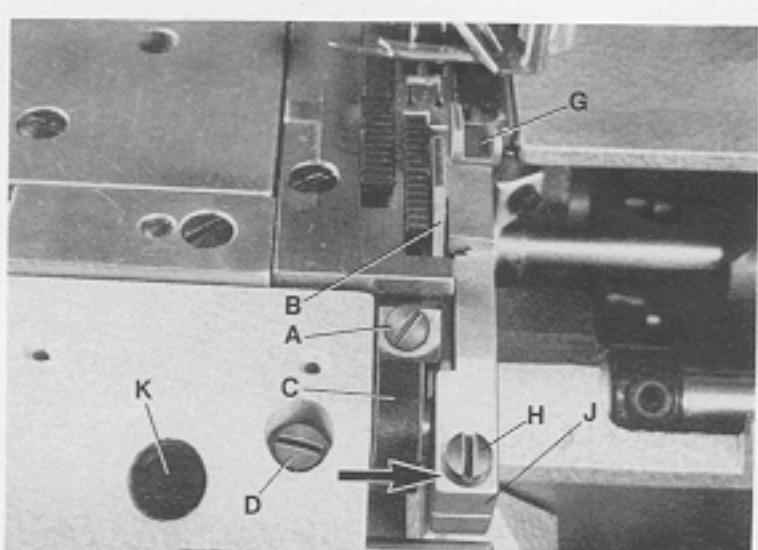
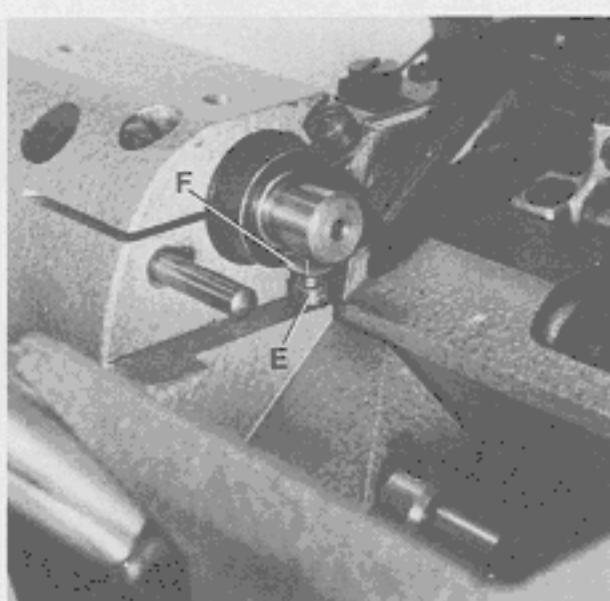
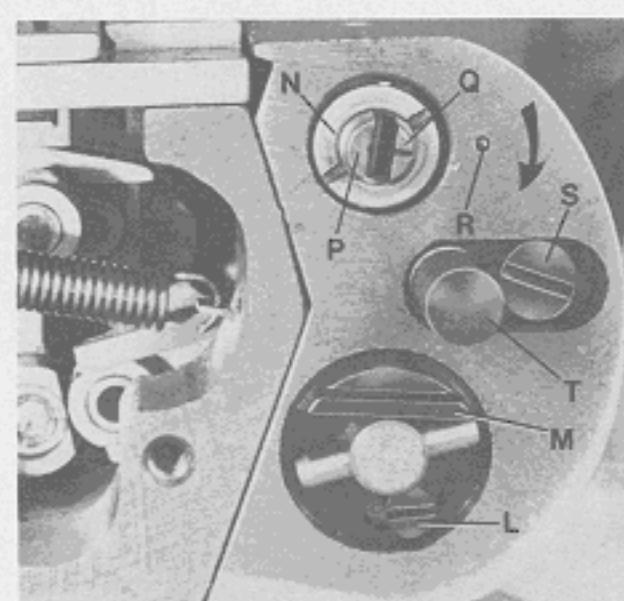

Fig.50
Fig.51
Fig.52
Remove the edge guide. Loosen screw (A, Fig. 50) in lower knife holder (C) and move lower knife (B) up or down until its cutting edge is parallel and flush with throat plate top surface. Retighten screw (A).
Note: Lower knife holder (C, Fig. 50) is set at the factory so the cutting edge of lower knife is parallel with top surface of throat plate.
When replacing the lower knife holder it has to be set accordingly. Loosen screw (D, Fig. 50) and turn lower knife holder (C) until the cutting edge of lower knife is parallel with top surface of throat plate. Secure this setting with stop screw (E, Fig. 51) and lock nut (F) in lower knife holder. Retighten screw (D, Fig. 50).
Loosen screw (D, Fig. 50) and align the width of trim to the right needle by moving lower knife holder (C) laterally. If this adjustment is obstructed by the upper knife (G), loosen screw (H) and move the upper knife to the right. Retighten screw (D) and also screw (H) if loosened, after setting the lower knife.
Check after making this setting, if the upper knife holder (J, Fig. 50) can be moved in direction of the arrow (see Fig. 50) against the pressure of the spring. If this is not possible, loosen screw (H) and move the upper knife holder (J) accordingly to the right. Retighten screw (H).
Remove the cylinder cover and loosen screw (L, Fig. 52). Adjust by means of stop (M) the highest obtainable throw of upper knife. Retighten screw (L) and rotate pulley until the upper knife is in its down position.
Entfernen Sie die Stoffkantenführung. Lösen Sie die Schraube (A, Fig. 50) im Untermesserhalter (C) und schieben Sie das Untermesser (B) nach oben oder unten bis die Schneide parallel und auf gleicher Höhe mit der Stichplattenoberfläche steht. Ziehen Sie die Schraube (A) wieder an.
Beachten Sie: Der Untermesserhalter (C, Fig. 50) wird im Werk so eingestellt, daß die Schneide des Untermessers parallel zur Stichplattenoberfläche steht. Beim Austausch muß ein neuer Untermesserhalter entsprechend eingestellt werden. Lösen Sie die Schraube (D, Fig. 50) und drehen Sie den Untermesserhalter (C, Fig. 50) bis die Untermesserschneide parallel zur Stichplattenoberfläche steht. Sichern Sie diese Einstellung mit der Anschlagschraube (E, Fig. 51) und der Kontermutter (F) im Untermesserhalter. Ziehen Sie die Schraube (D, Fig. 50) wieder an.
Lösen Sie die Schraube (D, Fig. 50) und richten Sie durch seitliches Verschieben des Untermesserhalters (C) die Abschnittsbreite zur rechten Nadel entsprechend aus. Wird diese Einstellung durch das Obermesser (G) behindert, lösen Sie die Schraube (H) und schieben das Obermesser nach rechts. Ziehen Sie nach der Einstellung des Untermessers die Schraube (D) und gegebenenfalls die Schraube (H) wieder an. Prüfen Sie nach dieser Einstellung, ob sich der Obermesserträger (J, Fig. 50) in Pfeilrichtung (siehe Fig. 50) entgegen der Kraft der Andrückfeder bewegen läßt. Ist dies nicht möglich, lösen Sie die Schraube (H) und drücken den Obermesserträger (J) entsprechend nach rechts. Ziehen Sie die Schraube (H) wieder an.
Entfernen Sie den Zylinderdeckel und lösen Sie die Schraube (L, Fig. 52). Stellen Sie mit dem Anschlag (M) den größtmöglichen Hub des Obermessers ein. Ziehen Sie die Schraube (L) wieder an und bringen Sie durch Drehen am Handrad das Obermesser in die unterste Stellung.
Adjust the lateral cutting pressure by turning nut (N, Fig. 52). Turning the nut clockwise increases the cutting pressure, turning it counterclockwise acts the reverse.
To adjust the shear angle loosen screws (H and K, Fig. 50). Set shaft (P, Fig. 52) so, that mark (Q) on the shaft and mark (R) in cylinder are lined up.
Turning shaft (P, Fig. 52) in direction of the arrow increases the shear angle, turning it against direction of the arrow decreases it. Retighten screws (H and K, Fig. 50) and make sure that the settings described in paragraph "SETTING THE UPPER KNIFE" are not disturbed.
Remove cylinder cover. Loosen screw (S, Fig. 52) and move push button (T) slightly back and forth until it engages as described. Retighten screw (S). If it is not possible to engage the push button with this adjustment, loosen screw (L, Fig. 52) and turn stop (M) clockwise until the push button engages. Retighten screw (L). Remount cylinder cover. Reassemble edge guide and set it so the fabric edge is cleanly trimmed.
Der seitliche Schneiddruck wird durch Drehen der Mutter (N, Fig. 52) eingestellt. Drehen der Mutter im Uhrzeigersinn erhöht den Schneiddruck, drehen im Gegenuhrzeigersinn vermindert ihn.
Zur Einstellung des Scherwinkels lösen Sie die Schrauben (H und K, Fig. 50). Stellen Sie die Achse (P, Fig. 52) so, daß sich die Markierungen (Q) auf der Achse und (R) am Zylinder gegenüberstehen.
Drehen der Achse (P, Fig. 52) in Pfeilrichtung vergrößert den Scherwinkel, drehen in entgegengesetzter Richtung verkleinert ihn. Ziehen Sie die Schrauben (H und K, Fig. 50) wieder an und beachten Sie, daß die im Abschnitt "EINSTELLUNG DES OBERMESSERS" beschriebenen Einstellungen erhalten bleiben.
Entfernen Sie den Zylinderdeckel. Lösen Sie die Schraube (S, Fig. 52) und bewegen Sie den Druckknopf (T) leicht hin und her bis er wie oben beschrieben einrastet. Ziehen Sie die Schraube (S) wieder an. Läßt sich der Druckknopf durch diese Einstellung nicht einrasten, lösen Sie die Schraube (L, Fig. 52) und drehen den Anschlag (M) im Uhrzeigersinn bis der Druckknopf einrastet. Ziehen Sie die Schraube (L) wieder an. Montieren Sie den Zylinderdeckel wieder. Bauen Sie die Stoffkantenführung wieder ein und stellen Sie sie so, daß die Stoffkante sauber beschnitten wird.